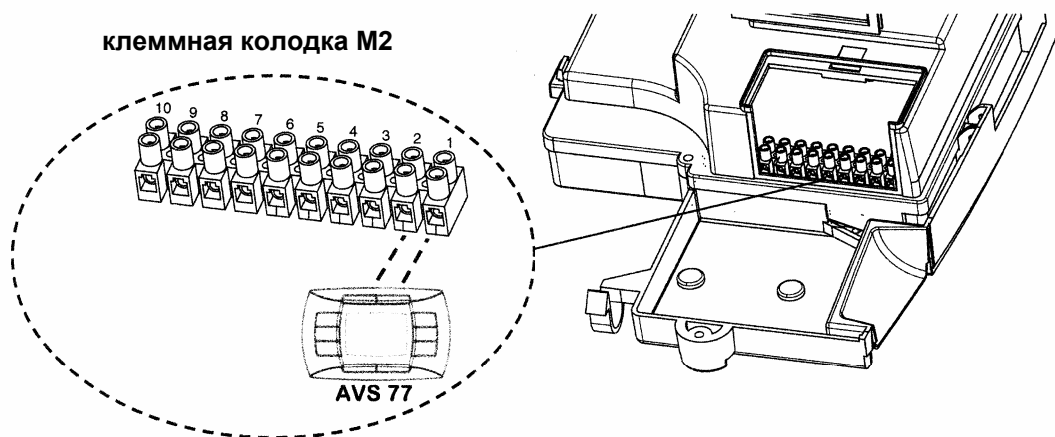

Рис.11
- подсоединить два провода, идущих от клеммной колодки котла **M2** (рис.11), как показано на рис.С.
4. Подсоединить эти 2 провода к клеммной колодке **M2** котла как показано на Рис.11
1. Отвинтить два винта (а - б рис.11), которые фиксируют корпус котла;
2. открыть доступ к клеммной колодке **M2** как показано на рис.11;
- откройте доступ к клеммам подключения электропитания (рис.11),
- подключите двухпроводной кабель, идущий от термостата, к клеммам (1) и (2);